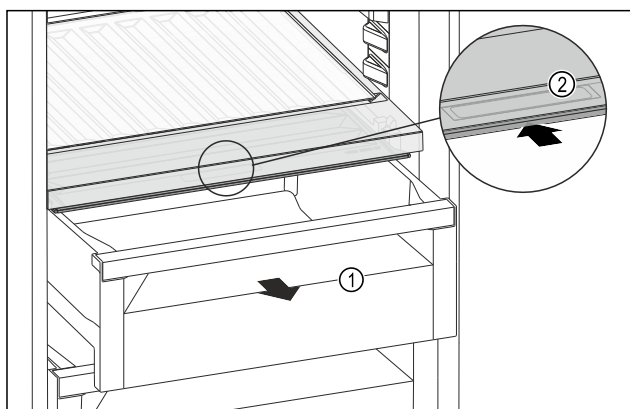

Fig. 171
- Изтеглете чекмеджето Fig. 171 (1).
- Хванете вдлъбнатия захват Fig. 171 (2) на капака на отделението и едновременно с това избухайте назад капака на отделението.